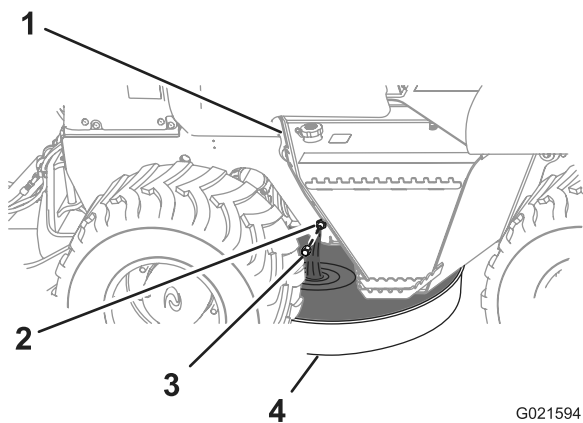

Figura 42
3. Posizionate una bacinella di spurgo con una capacità minima di 8.4 l sotto il raccordo di spurgo dell'olio motore (Figura 42).
- Togliete il tappo dal raccordo di spurgo e lasciate defluire completamente l'olio (Figura 42).
- Montate il tappo sul raccordo di spurgo (Figura 42).
- Togliete il tappo di riempimento dell'olio dal bocchettone di riempimento tirando il tappo verso l'alto (Figura 42).